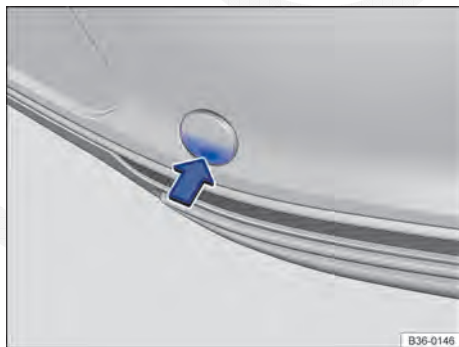

Fig. 319 No para-choque traseiro à direita: remover a cobertura.
O alojamento da argola de reboque rosqueável está localizado à direita do para-choque traseiro, atrás de uma cobertura → Fig. 319. Em *veículos com dispositivo de reboque instalado de fábrica*, atrás da cobertura **não** há um alojamento para a argola de reboque rosqueável. Para rebocar, bascular para fora ou montar e utilizar a rótula de engate e utilizá-la → Página 179, → ❶.
- Pressionar na área inferior da cobertura → Fig. 319 no sentido da seta para soltar o encaixe da cobertura.